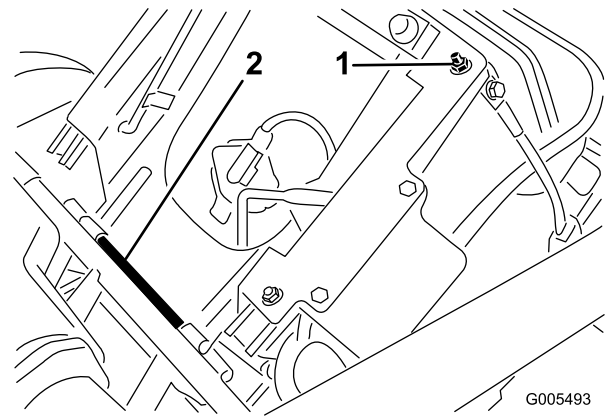

図 5
1. 座席の右後ろにある調整ネジについているロックナット (図 5) とブラケット (出荷用) を外して捨てる。図ではブラケットを省略している。
2. 座席は (出荷用の位置に) 固定されているので、まず、ピボット・ロッドのコッター・ピンを抜いてピボット・ロッドを外す。座席を外す (図 5) 。コッター・ピンは捨てる。